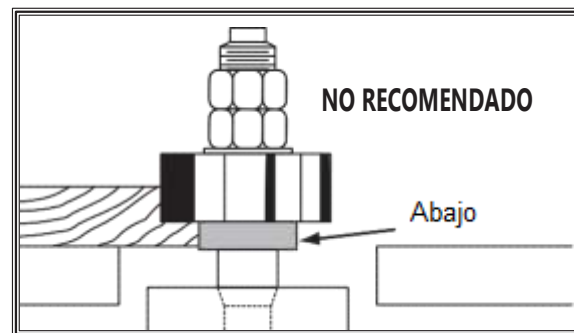

Figura 23. Buje debajo del cortador.
- **DEBAJO DE LA FRESA** como se muestra en la **Figura 23**. Esta forma permite al operador ver el corte; sin embargo es la más peligrosa ya que el operador está expuesto al cortador.